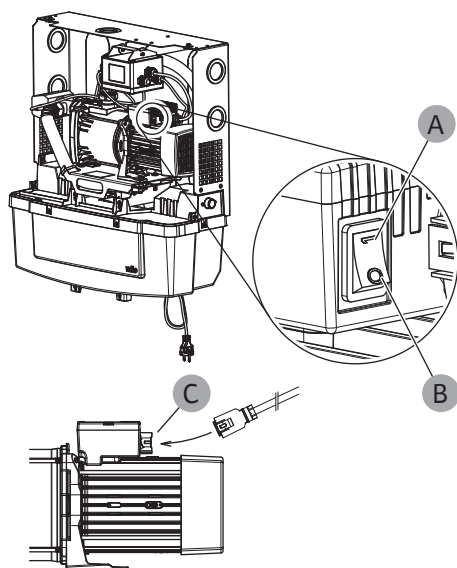

Fig. 22: Interrupteur et raccordement de l'alimentation électrique
4. Vérifier si l'interrupteur de la pompe se trouve en position ON (Fig. 22 – A).
5. Vérifier si la fiche de l'alimentation électrique du moteur (Fig. 22 – C) est correctement branchée.